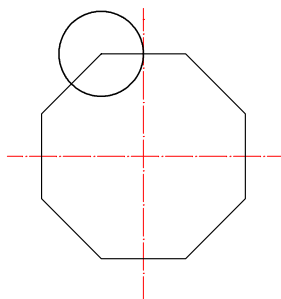

图 5-43 画出小圆
3. 作圆,圆心选在正八边形角上,半径为边长的一半,可以单点优先方式,敲入 MID (Middle),在边长的中点处有一三角形,点击此处,画出小圆,如图 5-43 所示。